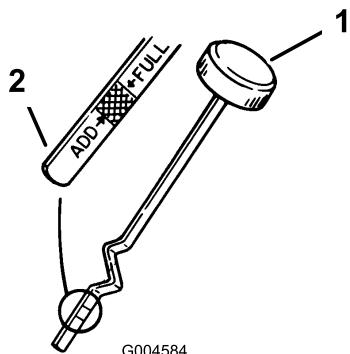

Figure 21
9. Dévissez la jauge d'huile et essuyez soigneusement l'extrémité métallique (Figure 21).